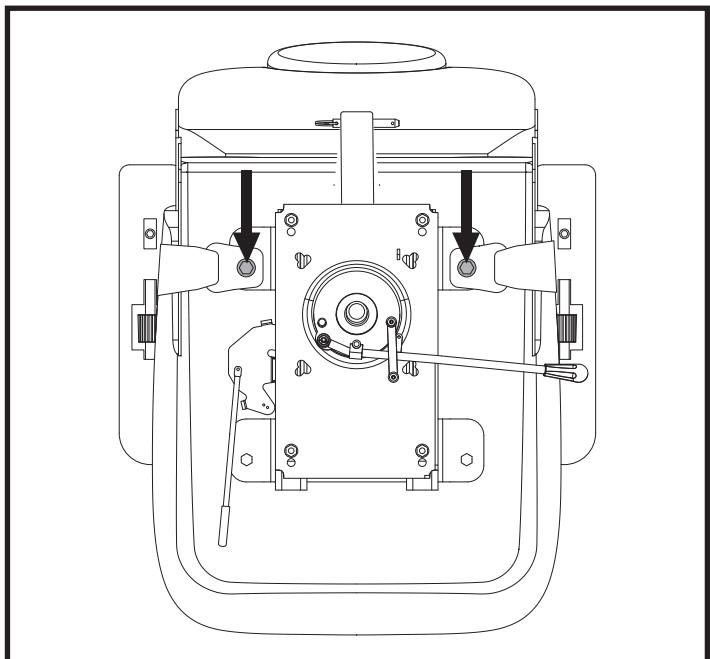

Figure 21. Boulons du ceinture de positionnement
2. Placez le siège à l'envers pour faire face à sa base. **Voir la figure 21.**
1. Insérez l'onglet de la ceinture côté droit dans la boucle de ceinture côté gauche jusqu'à ce que vous entendiez le «clic». Voir la figure 21.